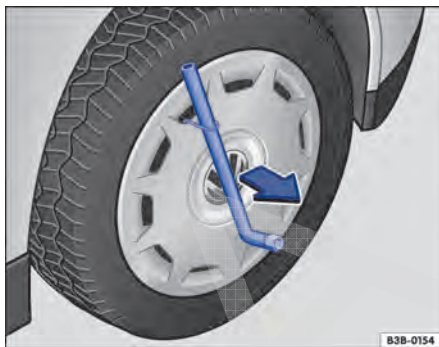

Fig. 272 Retirar a calota integral.
- Passar a chave de roda pelo gancho → Fig. 272 e puxar a calota para fora no sentido da seta.